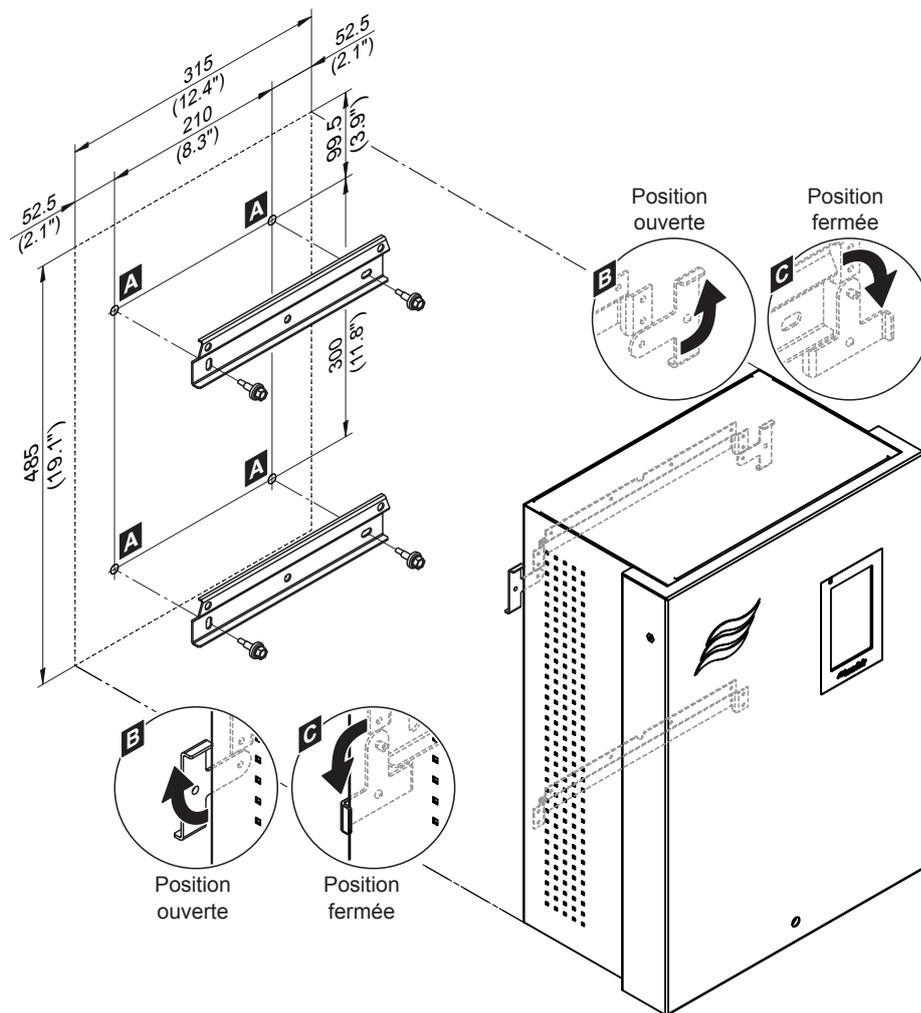

Fig. 43 : Montage de l'unité de commande du Condair ME Control - cotes en mm (pouces)
3. Tourner vers l'extérieur les deux languettes d'arrêt situées des deux côtés de l'unité centrale (position ouverte, voir détail « B » dans Fig. 43).
4. Accrocher l'unité centrale aux fixations murales. Tourner ensuite vers l'intérieur les deux languettes d'arrêt situées à l'arrière de l'unité centrale (position fermée, voir détail « C » dans Fig. 43) pour fixer l'unité centrale à la fixation murale supérieure.